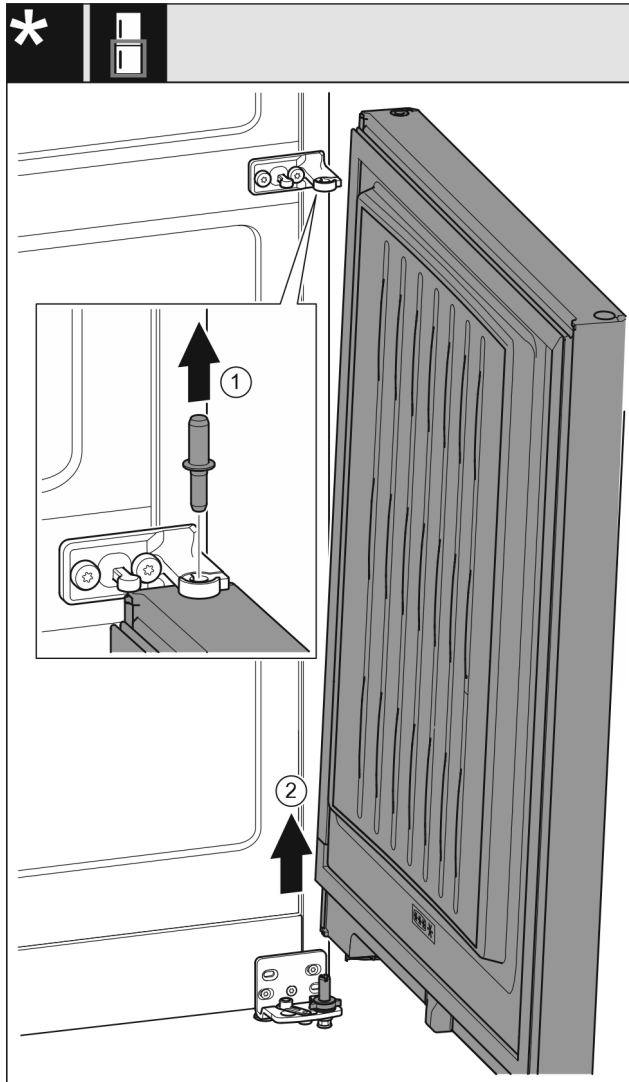

Fig. 8
- ▶ Izvucite svornjake prema gore. Fig. 8 (1)
- ▶ Podignite vrata, povucite ih prema gore i stavite ih na stranu. Fig. 8 (2)